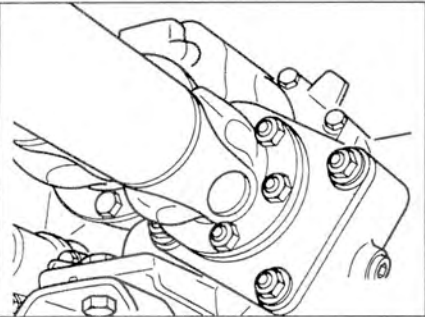

Рис. 5.77. Открутите болты крепления карданного вала от коробки отбора мощности (МКПП с фланцем) или отсоедините ее от дополнительного узла (МКПП без фланца).
7. Открутите болты крепления карданного вала от коробки отбора мощности (МКПП с фланцем) или отсоедините ее от дополнительного узла (МКПП без фланца) (рис. 5.77).